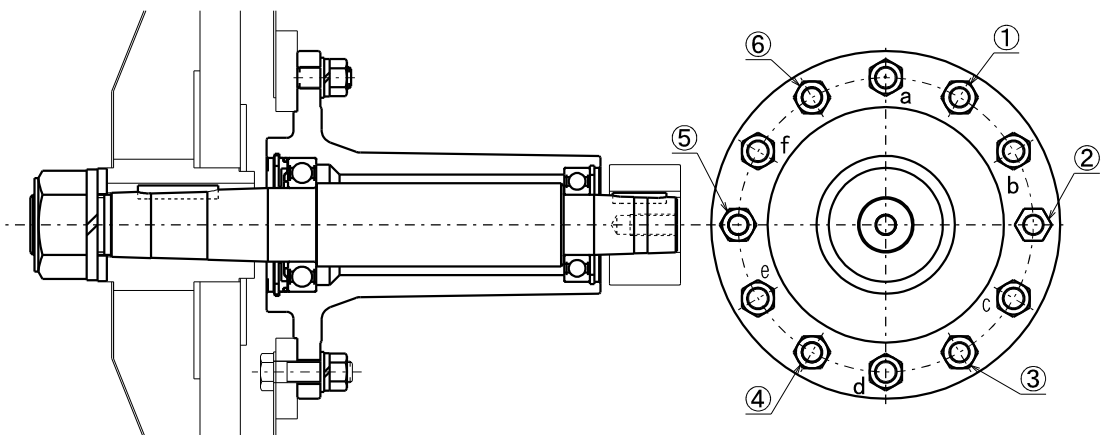

図 9-6
9.3.6 ドラムの芯出し調整 (図 9-6)
- ・ 主軸ベアリングケースを止めている取付けボルト及びナット 6 箇所(①～⑥)と、調整ボルト及びナット 6 箇所(a～f)で調整します。(図 9-6)
- ・ 例えば、ドラムの口金を機械正面より見て上に寄せたい場合、①、③、④、⑥と c,d,e のナットを少し緩め、a,b,f のボルトをドラムの口金を見ながら締め込みます。
- ・ 調整が終わったら、c,d,e のボルトが本体枠に軽く当たるまで締めて、①、③、④、⑥と c,d,e のナットを締め込みます。
- ・ ベアリングケースをナット①～⑥の 6 箇所を取り外し、後方へ抜いてください。(図 9-6)